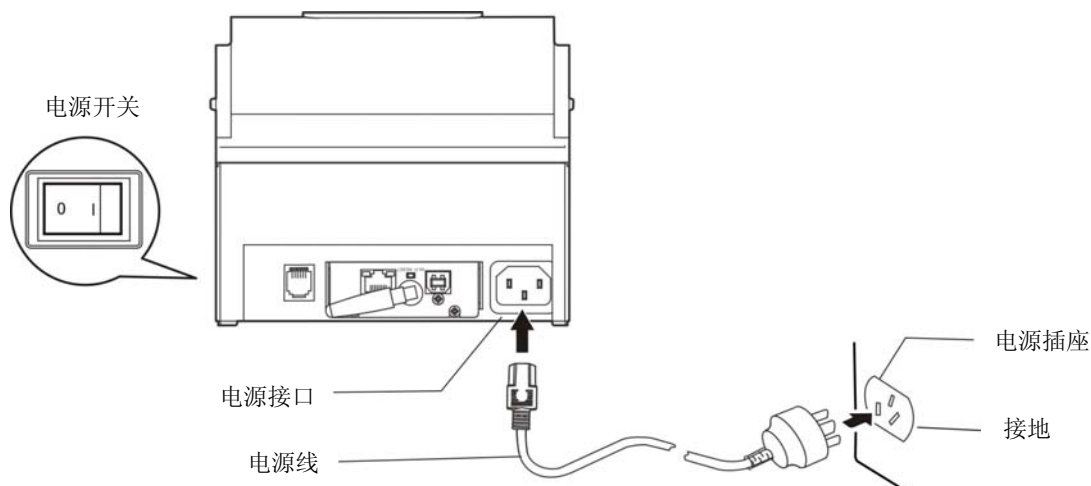

图 2-6 连接打印机电源
1. 如图 2-6 所示，确保打印机为关机状态（当开关按下的一侧在“O”标注处时为关机状态）。